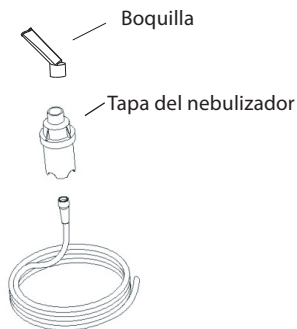

Figura 5
8. Si usa la boquilla, fijela firmemente en un extremo del tee. El tubo corrugado debe estar unido al extremo opuesto del tee. A continuación, fije el extremo restante del tee a la tapa del nebulizador. La tapa está diseñada para ajustarse firmemente (Figura 5).